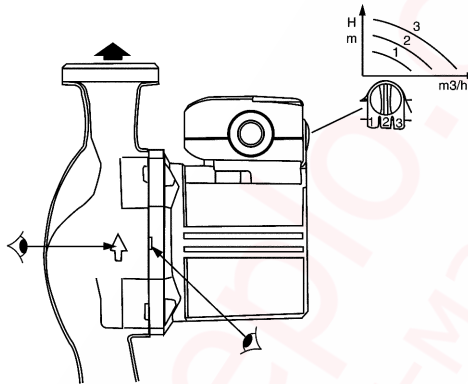

Рис. 2
- Стрелка на корпусе насоса указывает правильное направление движения теплоносителя (см. рис. 2).
**ВНИМАНИЕ!** При теплоизоляции насоса мы рекомендуем не изолировать места крепления фланца мотора (См. рис. 2).